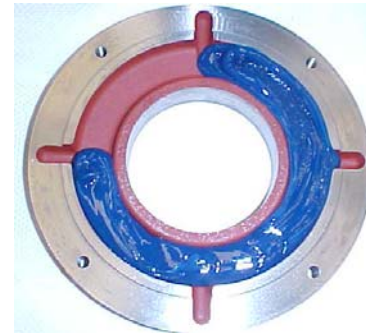

Figure 7.4: Bague de fixation extérieure du palier
- Remplir $\frac{3}{4}$ du compartiment des bagues de fixation intérieure et extérieure avec la graisse recommandée (Figure 7.4) et lubrifier le roulement avec la quantité suffisante de graisse avant de le monter;